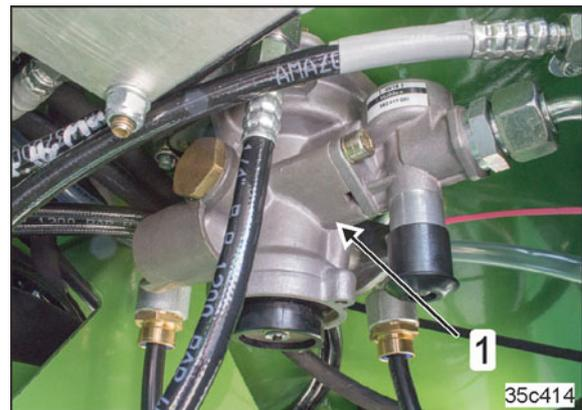

Fig. 33
- un clapet de frein de remorque (Fig. 33/1)